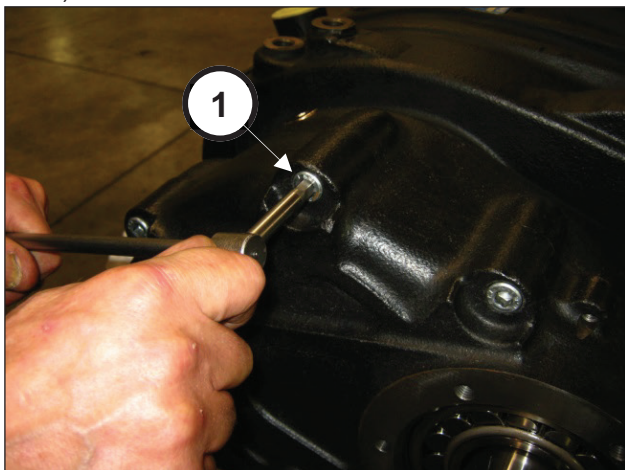

Рис. 6
Открутите винты крепления крышки редуктора (поз. ①, Рис. 6).